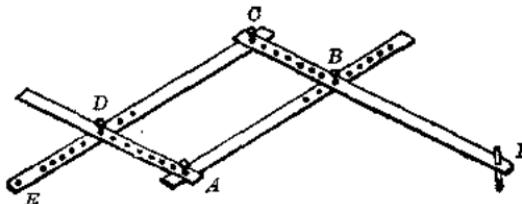

图 3
- 仿照图 3，保持 $ABCD$ 是一个平行四边形，对边两两相等，用羊眼圈把四条竹片装配起来。羊眼不要太紧，以保证整把尺能灵活伸展。
4. 在其中一根竹片(图中为 CBF)的另一端打一个直径与铅笔的外径相等的小孔 F , 以便插入铅笔头(图 3)。